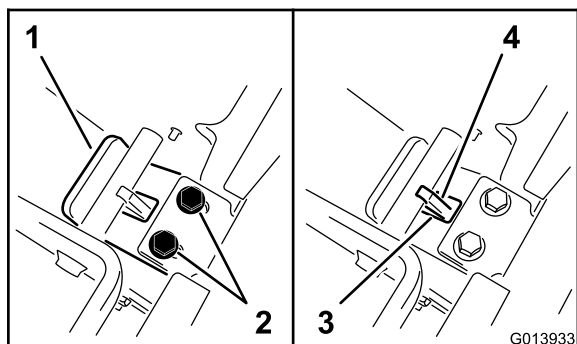

Рисунок 20
5. Сохраняя усилие на опорной пластине, сдвиньте планку на себя, чтобы кромка пластины вошла в контакт с поперечиной (Рисунок 20).